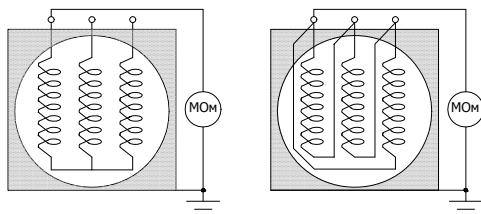

Рисунок 4.1. Подключение мегаомметра
- Измерение сопротивления изоляции обмоток статора должно выполняться в основной клеммной коробке. Мегаомметр должен быть включен между корпусом двигателя и обмоткой. Корпус должен быть заземлен, а три фазы обмоток статора должны оставаться подключенными к нейтрали, как показано на Рисунок 4.1.